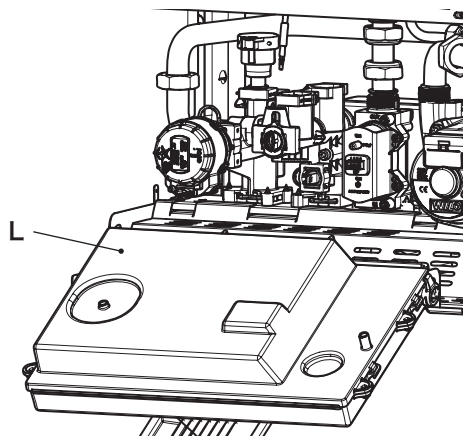

图 5.20
- 找到端子板盖 L (图 5.20), 拆下密封螺钉并将其打开。